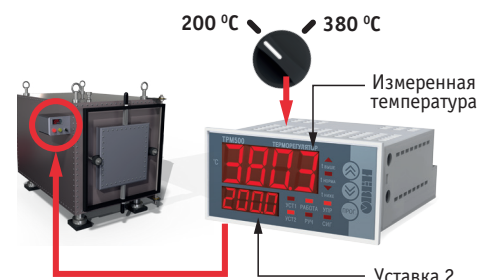

Рис. 3. Дискретный вход для смены уставки
- » смена уставок (два предустановленных значения, рис. 3).